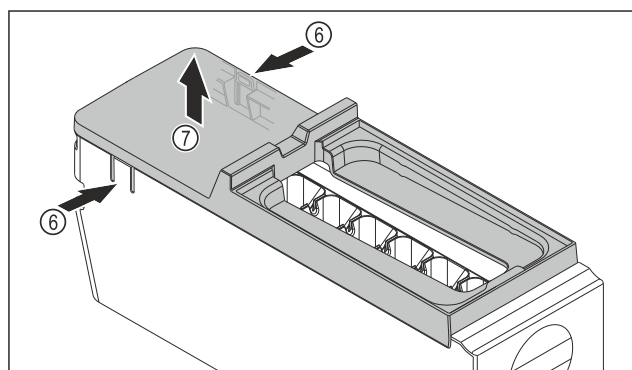

Fig. 146
- Ta bort skyddet på EasyTwist-Ice-enheten: Tryck på skenorna Fig. 146 (6) på båda sidor av EasyTwist-Ice-enheten med en hand.
- Ta bort skyddet Fig. 146 (7) uppåt med andra handen.